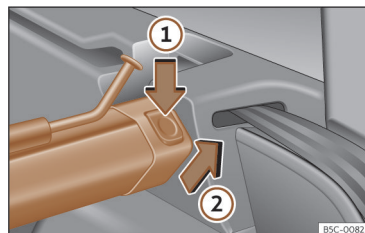

Fig. 192 Na bagageira: desmontar a rede de separação.
- Pressione o botão de desbloqueio esquerdo ou direito >>> **Fig. 192** no sentido da seta ①.
- Retire a carcaça do suporte no sentido da seta >>> **Fig. 192** ②.
- Pressione a carcaça nos suportes esquerdo e direito no sentido contrário ao da seta >>> **Fig. 192** ② até que encaixe. As marcas vermelhas dos botões de desbloqueio não se devem ver.